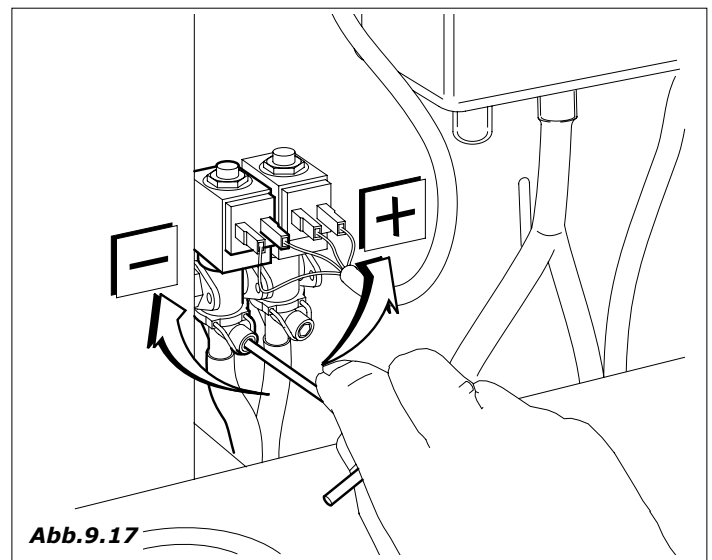

Abb.9.17
- Um eine angemessene Spülung der Mixer zu erhalten, muß eventuell die Durchlaßstellschraube verstellt werden (Abb. 9.17).